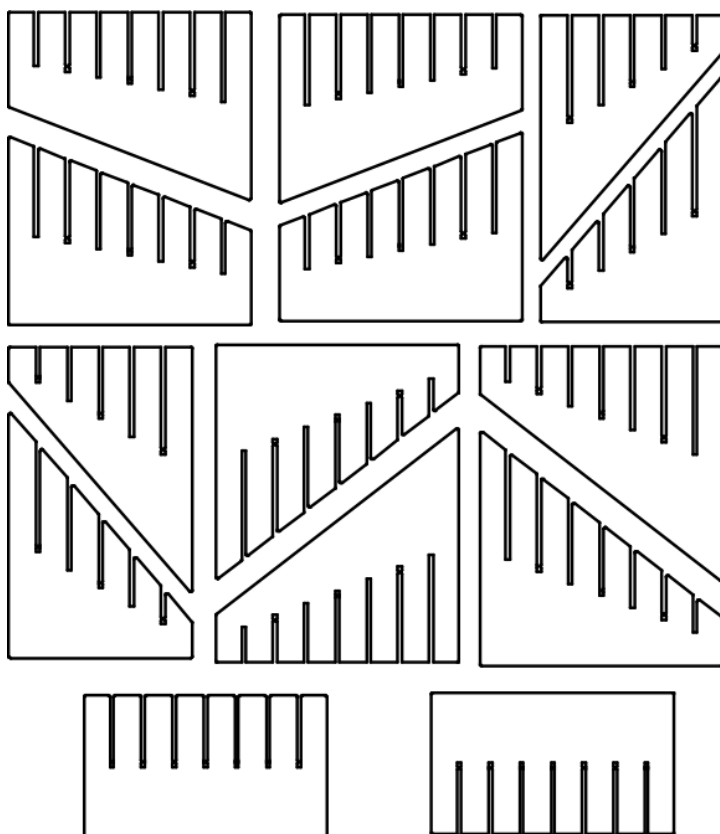

図2（参考：数楽クラフト）
(1)図2をクラフト紙にコピーして、各プレートを線に沿って切り取ります。各プレートのスリットは使用する紙の厚さに合わせて調整してください。